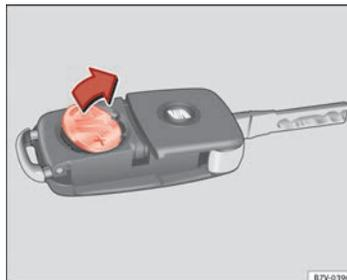

Abb. 16 Fahrzeugschlüssel: Batterie herausnehmen.
- Batterie mit einem geeigneten dünnen Gegenstand aus dem Batteriefach heraushebeln ⇒ **Abb. 16**.
- Neue Batterie wie gezeigt ansetzen ⇒ **Abb. 16** und entgegen der Pfeilrichtung in das Batteriefach drücken ⇒ .